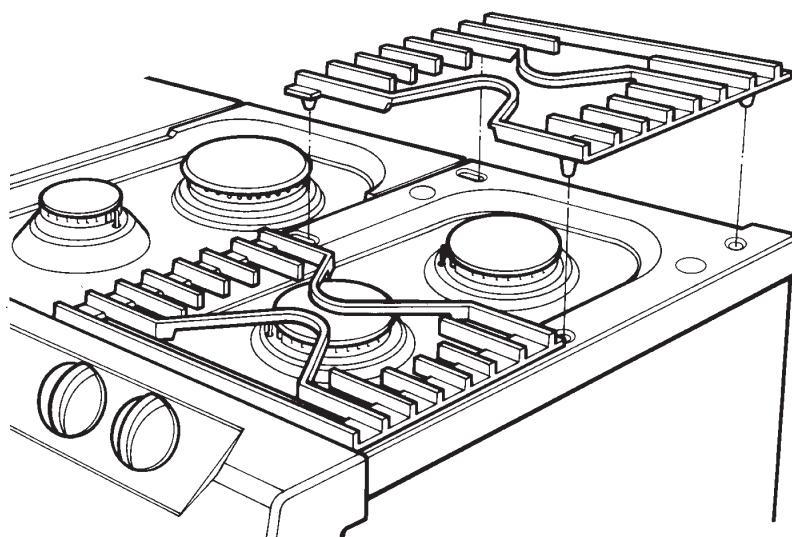

Fig. 21
2. Remover as grelhas de apoio das painelas e as tampas dos queimadores (Ver Fig. 21).
3. Remover os parafusos de fixação dos queimadores (14) e as porcas de fixação das placas da mesa de queima (8).
4. Retirar os anéis de fixação dos queimadores (6).